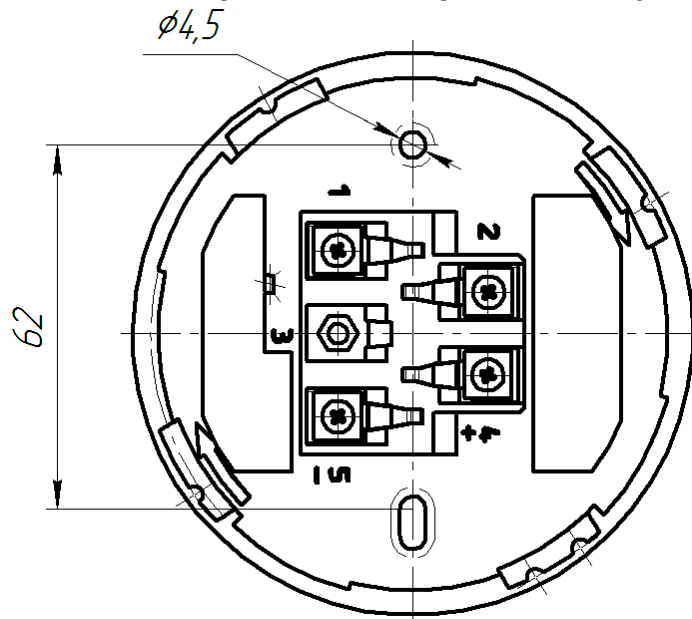

Рисунок 2 – База оповіщувача
5.1 Оповіщувач складається із двох частин: бази (СП-Тірас-Б, рисунок 2) та власне оповіщувача. Для приєднання оповіщувача до бази, необхідно накласти оповіщувач на базу, з невеликим зусиллям зробити упор і повернути за годинниковою стрілкою до просідання й клацання.